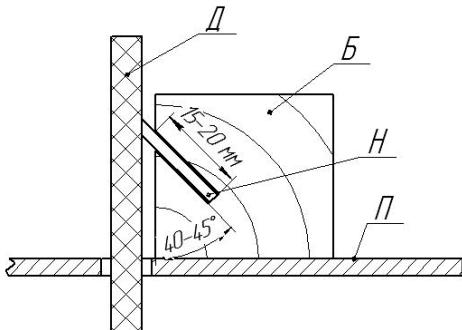

Рис.12
#### **4.7. Заточка инструмента, разрезка материалов (Рис.12)**
**4.7.2.** Для заточки ножей изготовить деревянный бруск (Б) с прорезью 40-45 град. на глубину 20 -30мм, в зависимости от ширины ножей, как показано на Рис. 12.
- вынуть из стенок корпуса подающий вал (23) вместе с опорами;